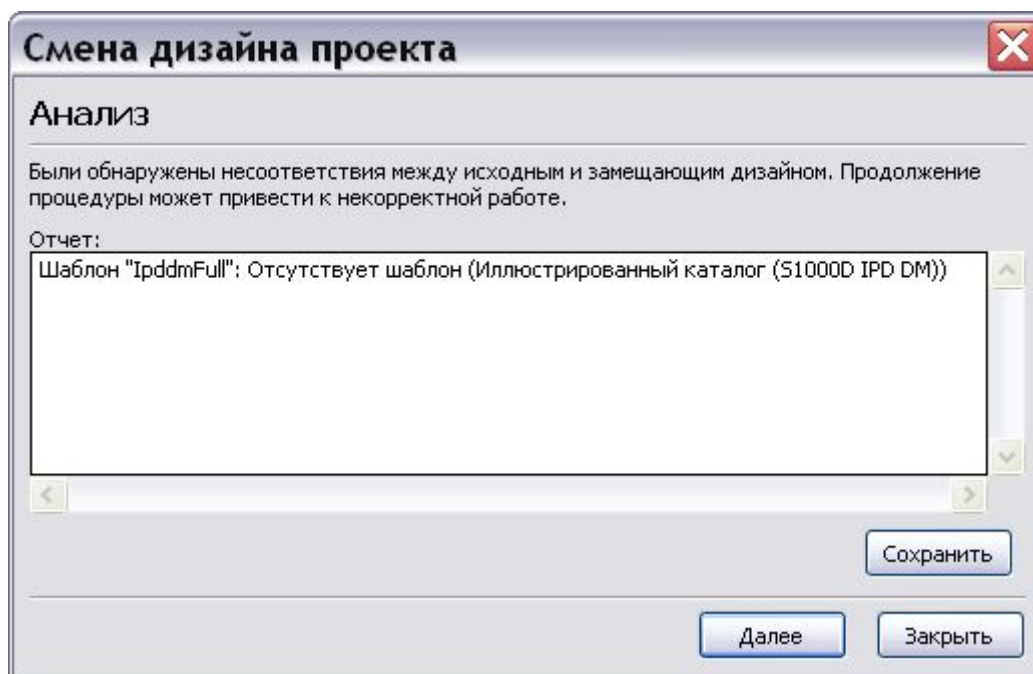

Рис. 2.39
- Для продолжения процесса смены дизайна нажмите на кнопку **Далее**. После этого происходит проверка на совместимость схем кодирования и выводится отчет о кодах, которых нет в новом дизайне или у которых отличается структура. Также выводится отчет о различии типов МД. Пример отчета показан на Рис. 2.39.